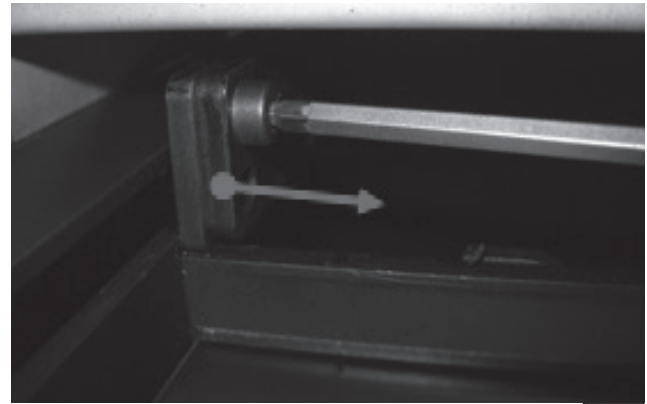

Abb. 7a
2. Die M5x10 Gewindeschrauben an beiden Geräteseiten mit einem 4mm Imbus (Kugelkopf) herausdrehen. Ansicht der **Abb. 7a**: Von Unten zwischen Glas und Türhaube